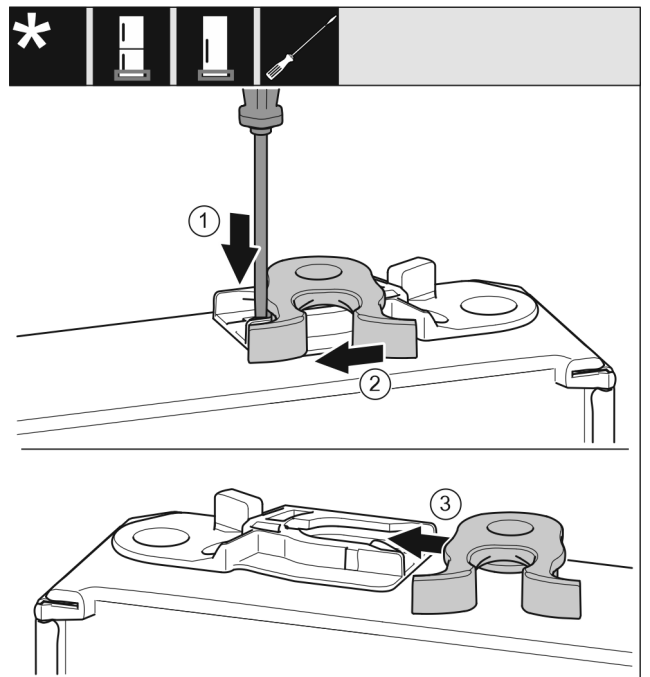

Fig. 17
- ▶ Türunterseite zeigt nach oben: Tür drehen. Fig. 17 (1)
- ▶ Lasche mit Schlitzschraubendreher nach unten drücken. Fig. 17 (2)
- ▶ Schließhaken aus Führung ziehen. Fig. 17 (3)
- ▶ Schließhaken auf anderer Seite in Führung schieben. Fig. 17 (3)